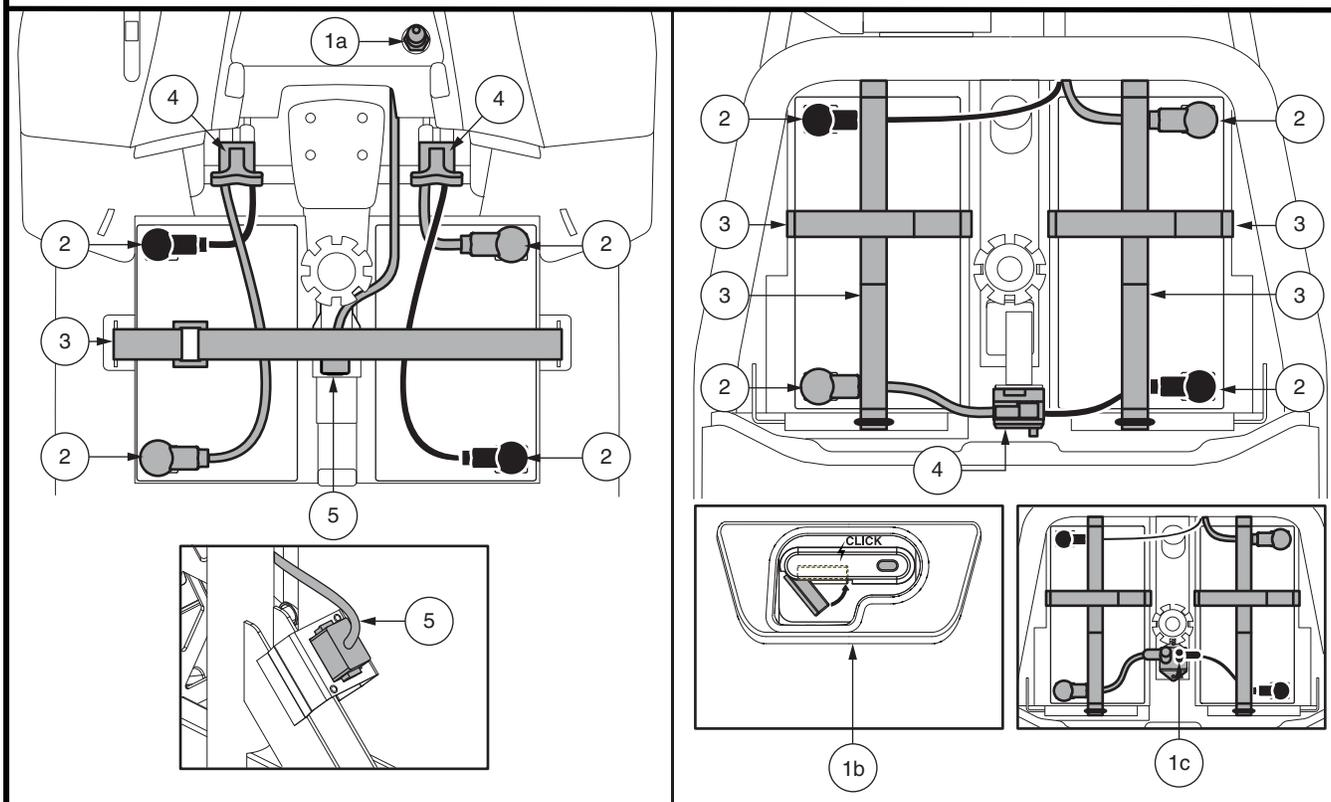

Figura 14. Rimozione della batteria/ installazione di terminali e connessioni
3. Per tutti i modelli ECCEPTE i mod 614 e 714, scollegare le connessioni telaio anteriore-posteriore. Staccare entrambi i connettori della batteria tirandoli fuori dalla morsettiera. Vedere figura 14.
- 6. Posizionare la batteria nuova nell'alloggiamento corrispondente. Orientare i poli di ciascuna batteria in direzione opposta al sellino con il polo positivo (+) e negativo (-) posizionati come illustrato nella **figura 14.**